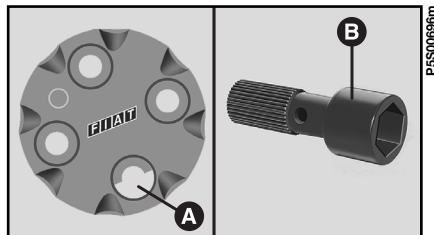

fig. 7
2) Montare la ruota di uso normale. Se la ruota è dotata di coppetta occorre inserire prima un solo bullone poi montare la coppetta stessa allineando il foro **A**-fig. 7 con il bullone già montato; avvitare gli altri tre bulloni, utilizzando la prolunga **B** per imboccare i bulloni di fissaggio.